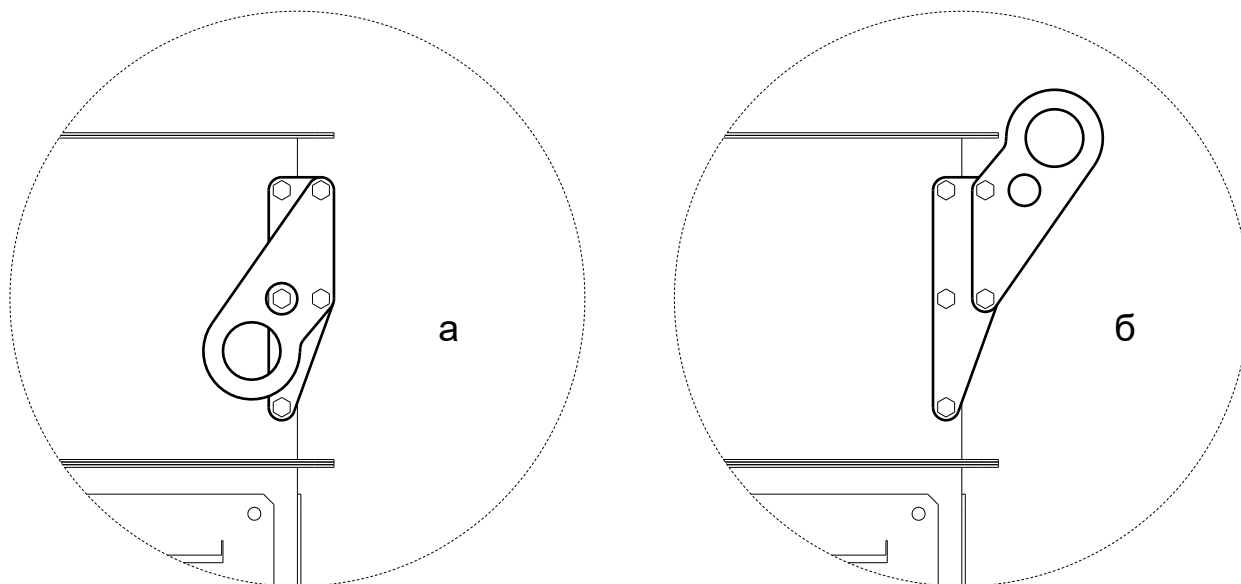

Рис.9. Монтажные проушины.
- 6.2. МВГ оснащен съемными монтажными проушинами. При поставке они находятся в убранном состоянии и не выходят за габариты МВГ. При необходимости, монтажные проушины могут быть установлены в рабочее положение (см. рис.9). После монтажа проушины необходимо установить обратно в транспортное положение.